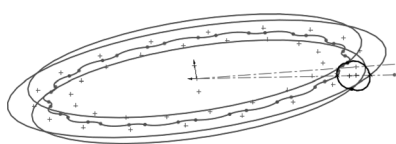

图 3-37 绘制“穿透点”圆弧
STEP 5 进入“上视基准面”的草绘环境，绘制如图 3-37 所示的草绘图形（令两个圆弧的圆心通过水平虚线，端点“穿透”其他基准面中的弧线）。